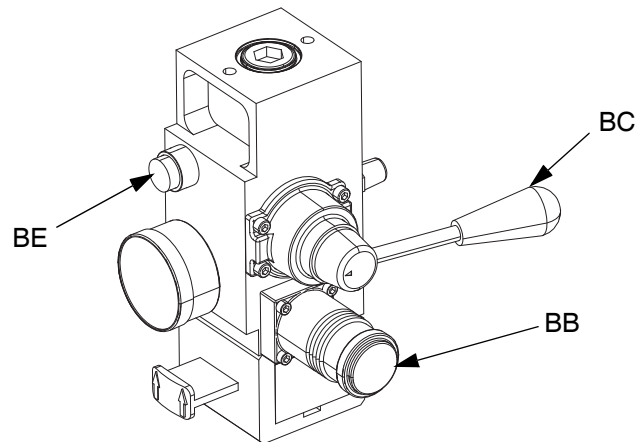

**FIG. 30 : Coupure de courant**
1. Mettre le moteur électrique (AB) hors tension :
- a. Mettre à l'arrêt l'interrupteur de boîtier de raccordement d'alimentation (AK) noir. Voir la FIG. 30.
- b. Si un système d'alimentation à élévateur en tandem est utilisé, mettre à l'arrêt l'interrupteur noir débranché (AZ) sur l'unité d'alimentation à élévateur qui nécessite uniquement un changement de fût. Voir la FIG. 30.